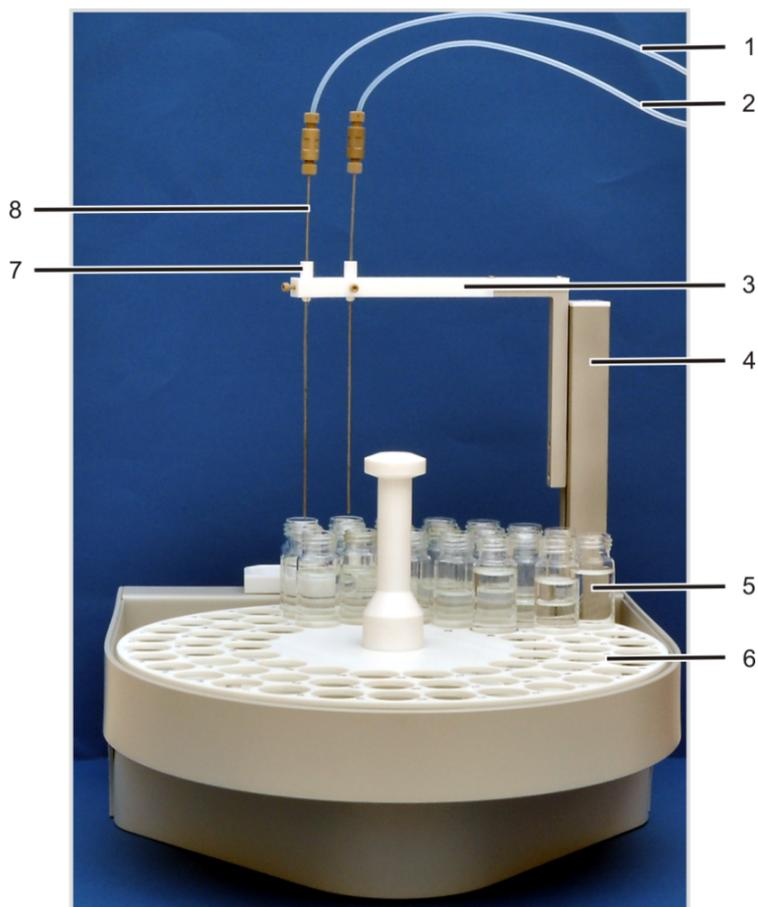

Fig. 32 Estructura del automuestreador AS vario
- ▶ Para mediciones de NPOC con purga realizada en paralelo: Introducción de una cánula con casquillo en cada una de las dos posiciones del soporte de cánulas (Fig. 32 y 53).